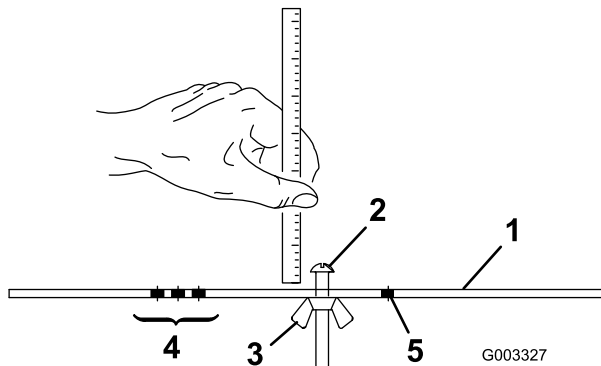

Figura 23
2. Afloje la tuerca de la barra de ajuste (Figura 23) y ajuste el tornillo para la altura de corte deseada. La distancia entre la parte inferior de la cabeza del tornillo y la cara de la barra es la altura de corte.